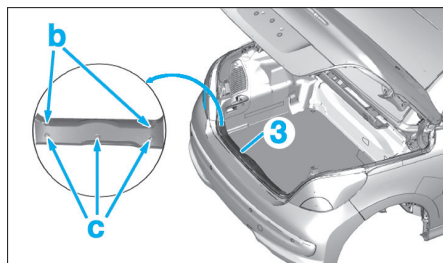

Fig. 112
- Déposer les agrafes en "a" et déposer la garniture (1).
- les vis en "b" (Fig.112),